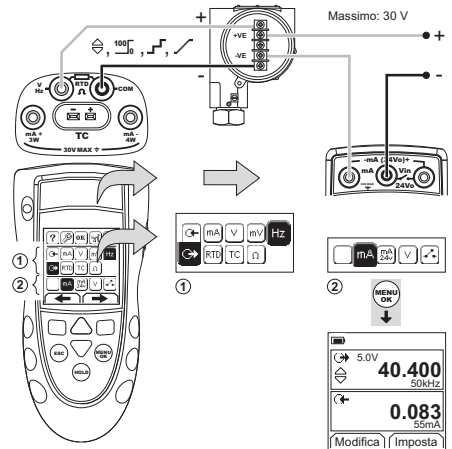
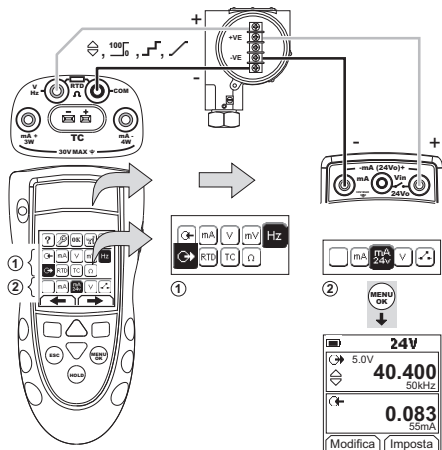

Figura 10: Esempio di configurazione – calibrazione trasmettitore con alimentazione esterna del loop
Figura 11: Esempio configurazione – calibrazione trasmettitore con alimentazione interna del loop
1. Collegare lo strumento (Figura 10 e Figura 11) e, se necessario, modificarne il Setup (Tabella 1).